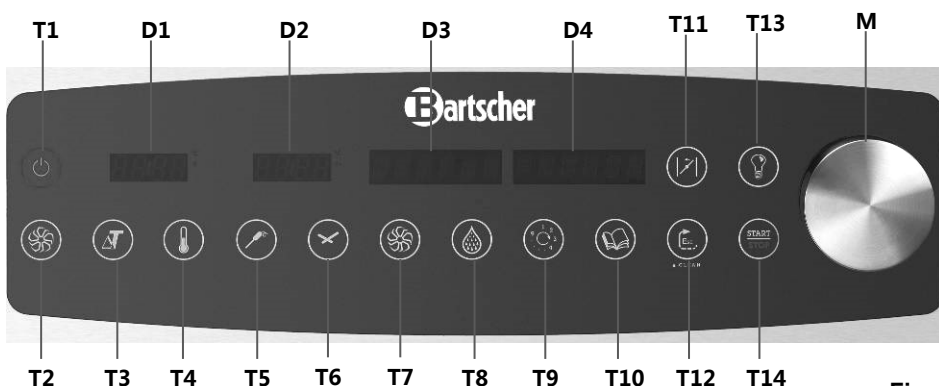

Fig. 9
Girando el conmutador giratorio **M (Fig. 9)** se puede ajustar el valor de la función deseada (p. ej. aumentar o disminuir temperatura/duración/humedad).
El valor introducido se confirma pulsando la tecla correspondiente o el interruptor giratorio **M (Fig. 9)**.
**Nota: Pulsando el interruptor giratorio M (Fig. 9) es posible desactivar la alarma.**
Al pulsar la tecla **T1 (Fig. 9)** durante 3 segundos se puede encender o apagar el dispositivo. Después de encender el dispositivo está en modo de espera y espera el ajuste de los parámetros de cocción.
Después de apagar el aparato presionando durante más tiempo el interruptor principal **T1 (Fig. 9)** se cierra la válvula de cierre situada delante del aparato.
Al pulsar el tecla **T14 (Fig. 9)** se puede iniciar o detener el proceso de cocción. Al abrir la puerta se interrumpe el proceso de cocción. Al cerrar la puerta el proceso de cocción ya iniciado se reanuda en el punto en el que se interrumpió. Durante el proceso de cocción, es posible interrumpirlo pulsando la tecla **T14 (Fig. 9)**.
Pulse la tecla Esc **T12 (Fig. 9)** hasta que se restablezcan los ajustes iniciales. A continuación, pulse la tecla **T14 „Start/Stop“ (Fig. 9)** para iniciar el proceso de enfriamiento. Después puede **cerrar la puerta**.
Pulse la tecla **T13 (Fig. 9)** para encender la luz del horno. El horno se apaga automáticamente después de un tiempo predefinido o tras pulsar la tecla **T13 (Fig. 9)**.